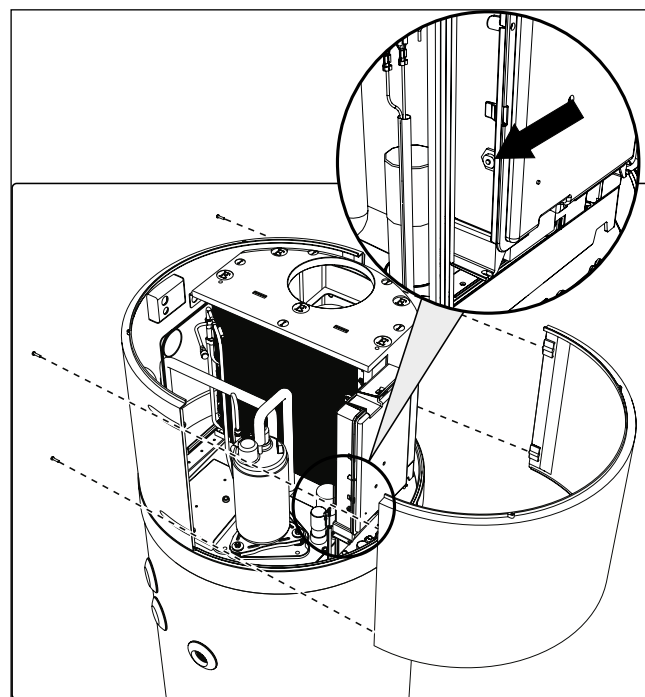

fig. 74- Rimozione del pannello anteriore
- Rimuovere il pannello anteriore e resettare manualmente il termostato di sicurezza scattato (fig. 74). In caso di intervento, il perno centrale del termostato fuoriesce di circa 2 mm.